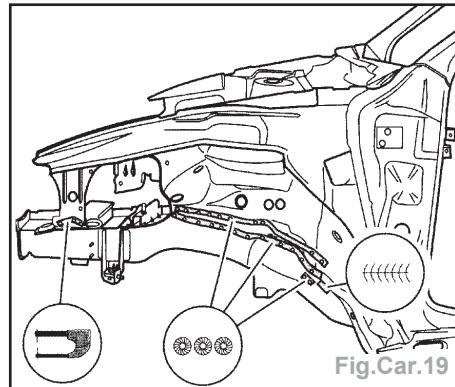

Fig.Car.19
- Souder par points de résistance les points d'assemblage signalés (Fig.Car.19).